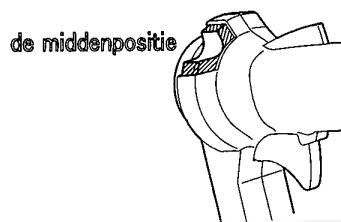

Fig.6-3
7. Druk de bediening van de versnelling (B) opnieuw samen en laat snel los. Dit deblokkeert de blokkering van de versnelling en de motor komt stationair stil te staan. (Fig.6-3)